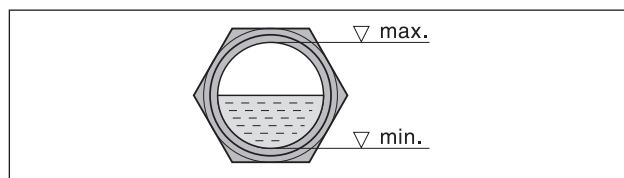

Fig. 5 Nível do óleo
- b) Após eventual correção do sentido de rotação, ligar novamente o motor e desligá-lo após aprox. 2 minutos para reabastecer o óleo que falta até a borda superior do visor de nível (Fig. 5/I). Este reabastecimento no ponto de enchimento (Fig. 2/H) deve ser repetido até que todas as linhas de óleo estejam completamente cheias. O ponto de enchimento não pode ser aberto com a bomba em funcionamento.